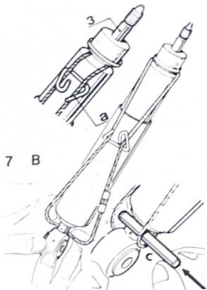

Fig. 7.10. Forma de colocar el cable para mantener comprimido un amortiguador trasero.
Para la extracción, se levanta el vehículo de la parte interesada hasta que la rueda quede colgada sin tocar el suelo. Se coloca el cable con la hebilla de la forma que indica la Fig. 7.10. Se quita la tuerca del eje correspondiente a la unión del amortiguador por su cabeza (7) al brazo de suspensión. Se sueltan la contratuercas y tuerca de unión del amortiguador a la carrocería
Para la reposición, comprimir previamente el amortiguador y colocarle el cable con la hebilla y tubo de la misma forma que para la extracción, tal como indica la Fig. 7.10.